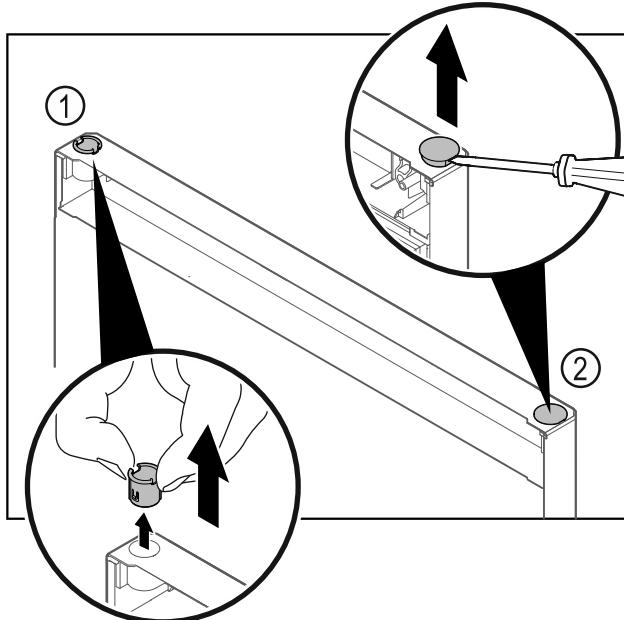

Fig. 27
- Витягніть шарнірну втулку Fig. 27 (1) пальцями.
- За допомогою шліщової викрутки обережно підніміть заглушку Fig. 27 (2) та витягніть її.